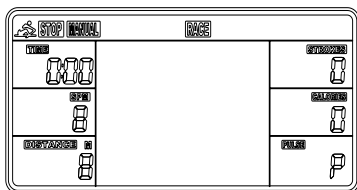

图 3
2. 首先，进入时间界面设置年、月、日。确认后，闹铃闪烁。按 UP 键设定是否关掉闹铃。若闹铃标志不显示，可以按 ENTER 键进入下一步。若闹铃标志显示，按 ENTER 键设定闹铃时间（同时间的设定一样）。设定完毕，进入 SPORT 模式（图 3）。
3. 进入 SPORT 模式时, MANUAL 和 RACE 闪烁 (图 3):